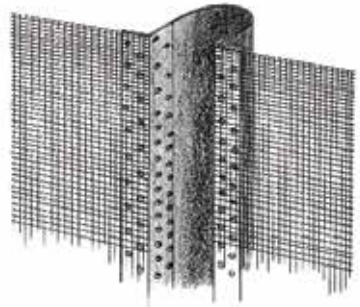

Fig. 27
**Componente:** - profil pentru rost de dilatație - format E (Fig. 27)